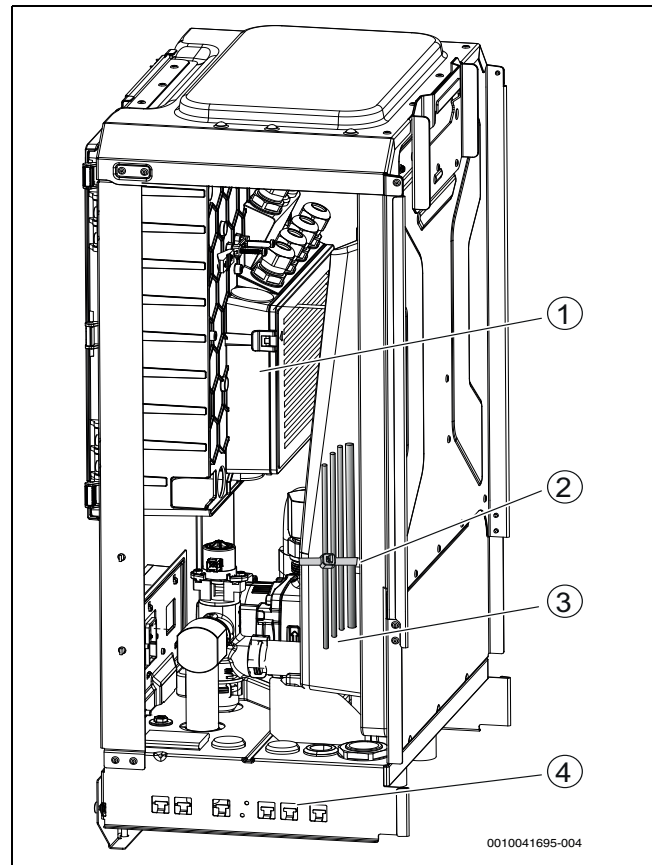

Bild 32 Kabelführung
- Kabel mit Kabelbindern an den Befestigungspunkten befestigen (→ Abbildung [3], Abbildung 32 [2], [4]). Darauf achten, die Kabel nicht über Kreuz zu verlegen.
- Kabel in der Inneneinheit verlegen und befestigen (→ Abbildung 32).